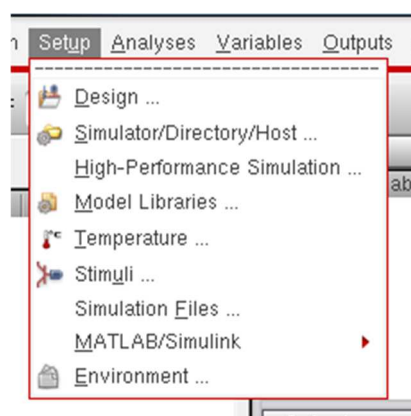

Рисунок 15 – Выбор пункта Model Libraries
9. Для проведения симуляции в меню выберите пункт Launch -> ADE L. В открывшемся окне выберите Setup -> Model Libraries (или нажмите на кнопку  в панели инструментов) (рисунок 15);